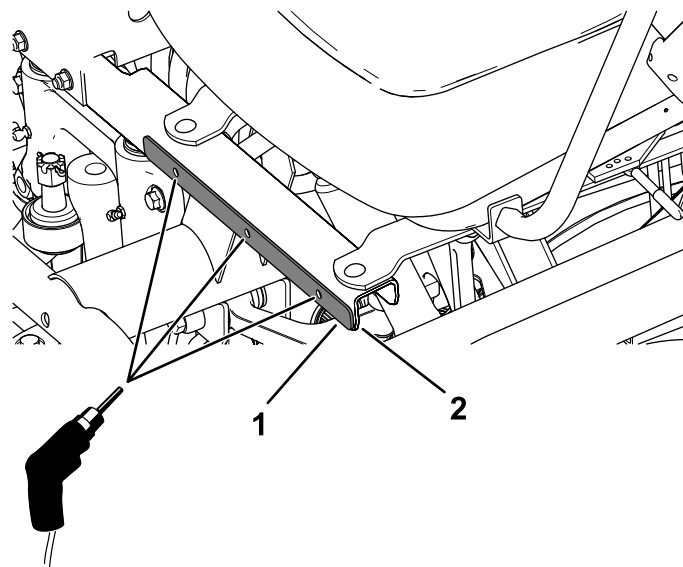

図 21
1. フェンダストラップをシートベースフレームの下エッジに合わせ、フェンダストラップを型紙として利用してシートベースフレームのそれぞれの側にドリルで穴直径 $\frac{5}{16}$ "を開ける 図 21。